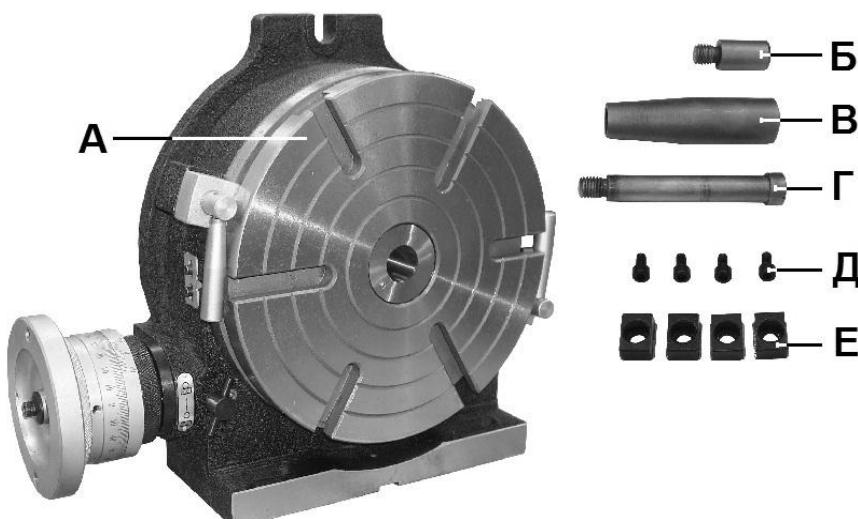

Рис. 1
4.1. Установите на маховике (6) (Рис. 2) из комплекта поставки (Рис. 1) ручку с резьбой (Б, 4) и ручку (В, 5) винтом (Г).